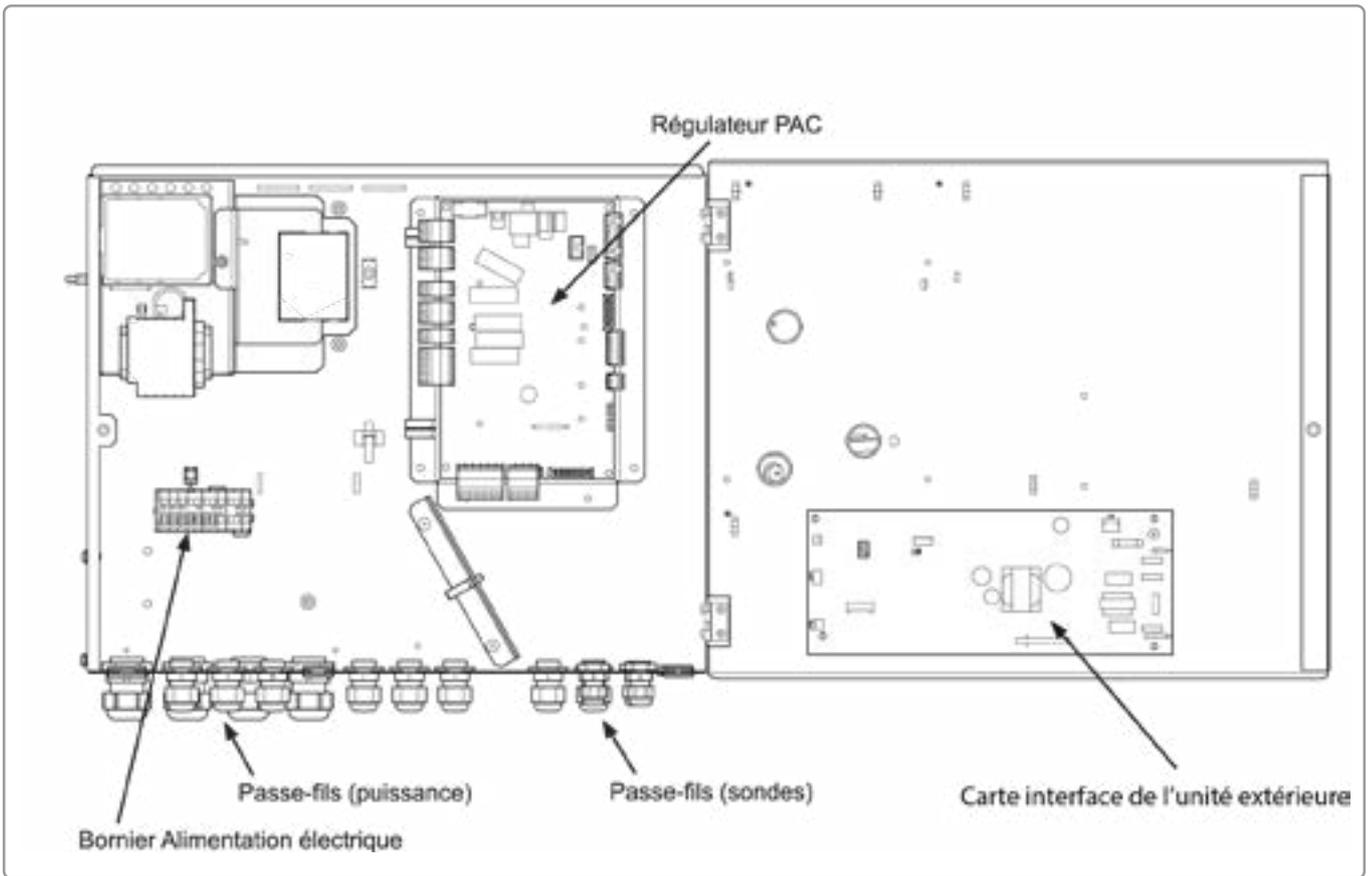

figure 34 - Descriptif du coffret électrique du module hydraulique
- Effectuer les raccordements suivant le schéma (figure 34, page 39).
- Effectuer les raccordements suivant le schéma (figure 34).